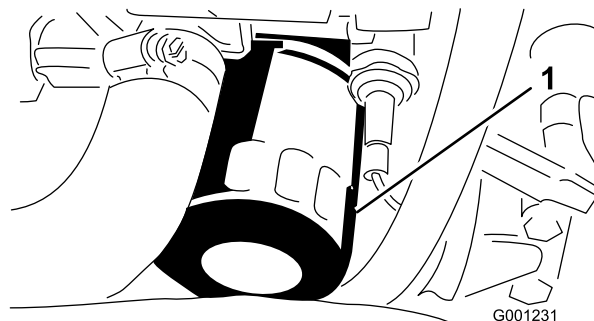

Figura 53
6. Togliete il filtro dell'olio e sostituitelo (Figura 53).